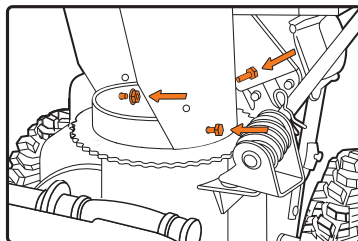

Рис. 14.2
- Для DAST 9070 / 1080 / 1370 / 1590 / 17110 закрепите желоб тремя болтами (рис. 14.2)